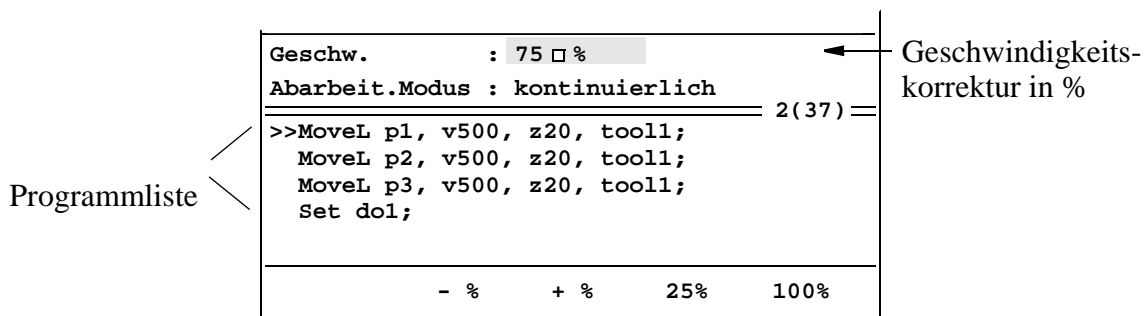

Bild 3 Die Funktionstasten können zum Erhöhen oder Vermindern der programmierten Geschwindigkeit verwendet werden.
- Mit Hilfe der Pfeiltasten das Feld für die Geschwindigkeitskorrektur anwählen (siehe Bild 3).